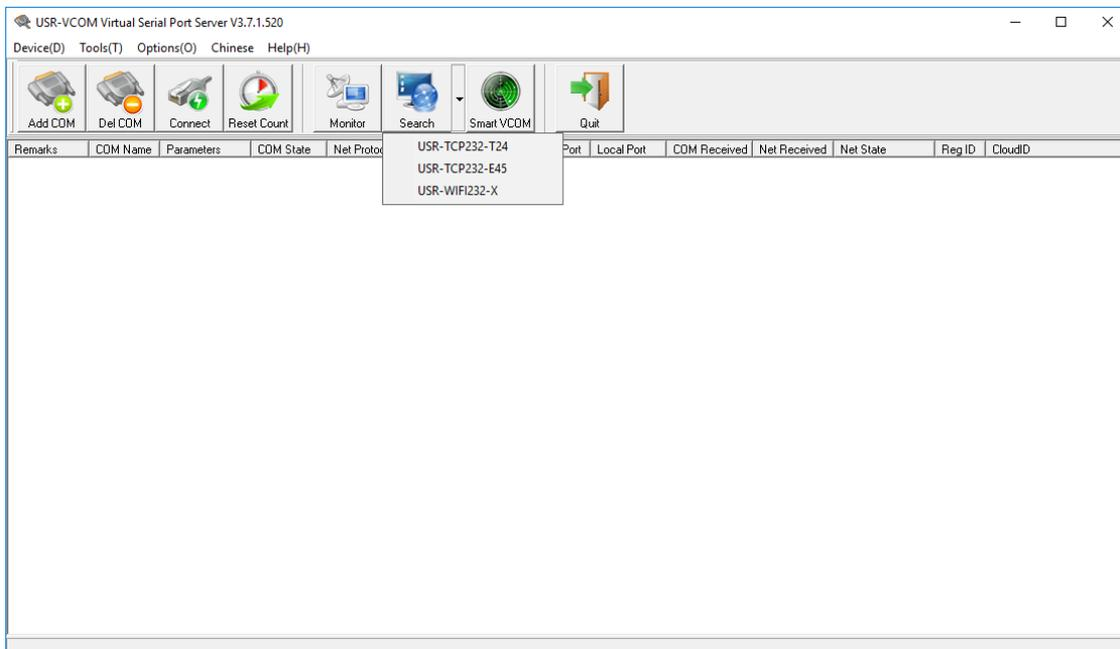

Рисунок 4.5.
7. Нажать кнопку «**Search**» и в появившемся списке выбрать устройство USR-TCP232-T24 (рис.4.5).